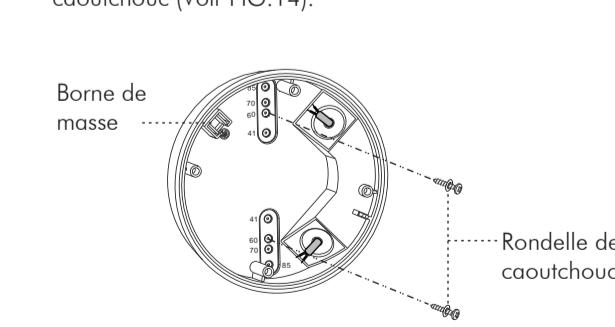

FIG. 14
3.4.3.3 Choisissez l'entrée défonçable appropriée pour fixer la boîte de jonction KDP3/5 FP à la surface du panneau-plafond à l'aide des 2 vis à bois reliées à l'aide de la rondelle de caoutchouc (Voir FIG.14).